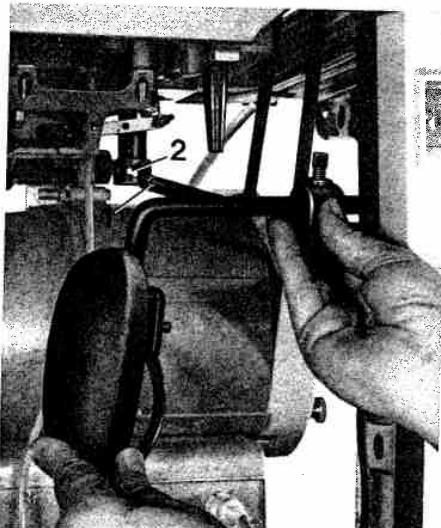

Fig. 11
Zum Anheben des Stoffdrückerfußes Kniehebel nach rechts drücken. Zum Umlegen des Oberteils Maschine ausschalten, den Kniehebel mit einem kleinen Ruck nach vorn abziehen. Beim Einschieben darauf achten, daß der Bolzen 1 in die Nut der Kupplungsmuffe 2 eingreift (siehe Fig. 11).
Raise the presser foot by pressing the knee lever to the right. To tilt back the sewing head, switch off the machine, pull the knee lever sharply towards the front. When mounting the knee lever make sure that pin 1 enters the groove in coupling sleeve 2 (see Fig. 11).
Du genou, pousser la genouillère vers la droite pour lever le pied presseur. Avant de coucher la tête de machine, mettre la machine hors circuit, enlever la genouillère d'un léger coup sec vers l'avant. En remettant la genouillère en place, veiller à ce que le boulon 1 s'engage dans la rainure du manchon 2 (fig. 11).
* Para elevar el pie prensatelas presione la palanca de rodilla hacia la derecha. Antes de inclinar la máquina hacia atrás, desconéctela, y quite la palanca de rodilla tirando de ella hacia adelante. Al introducirla, cuídese de que el perno 1 encaje en la muesca del manguito de acoplamiento 2 (véase fig. 11).
Per il sollevamento del piedino premistoffa, premere verso destra la ginocchiella. Disinserire la macchina. Per il ribaltamento della testa tirare un po'in avanti la predetta ginocchiella. Nella spinta, badare che il bullone 1 si inserisca nella scanalatura del manicotto d'innesto 2 (vedi fig. 11).